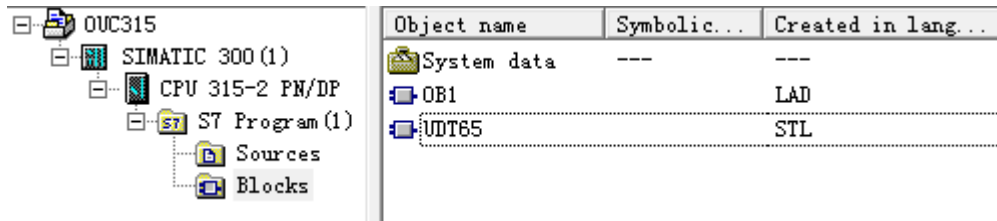

图 3-9 生成 UDT
3.9 点击 Next 完成配置，此时在项目中会自动生成 UDT65，其中包含了连接参数的信息，如图 3-9 所示。